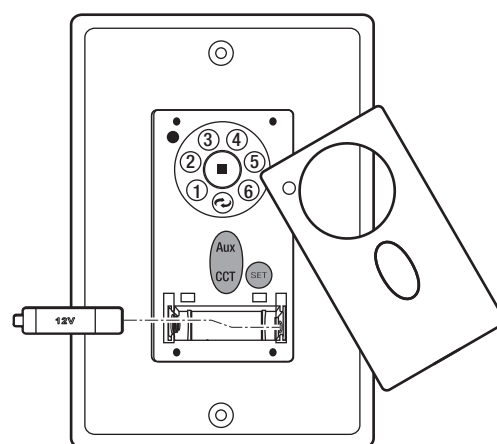

Figure 21
Retirez le panneau de l'émetteur, puis installez une batterie 23A/12V (incluse). Pour éviter d'endommager l'émetteur, retirez la batterie si elle n'est pas utilisée pendant de longues périodes. (Fig. 21)
3. Dans les 30 secondes suivant la mise sous tension, appuyez et relâchez le bouton "SET" pendant cinq secondes pour accéder à la fonction d'apprentissage. Le voyant vers le bas de votre ventilateur, le cas échéant, clignotera deux fois et le ventilateur commencera automatiquement à fonctionner et commencera à tourner dans le sens inverse des aiguilles d'une montre et au régime le plus élevé pendant 1 minute. Lorsque la rotation dans le sens inverse des aiguilles d'une montre est terminée, le ventilateur s'inversera automatiquement dans le sens des aiguilles d'une montre au régime le plus élevé pendant 1 minute. Le ventilateur s'éteindra une fois le test d'auto-étalonnage terminé. Le test total d'auto-étalonnage durera environ 2 minutes. (Fig. 21)